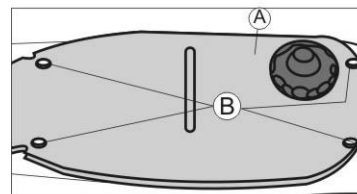

Abb. 32
- Den Deckel unter der Sitzbank "A" abnehmen, nachdem man die 4 Schraubbolzen "B" abgeschraubt hat (Abb. 32).